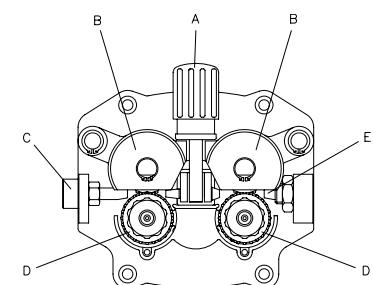

FIG. 6
- Desserrer et abaisser le bouton en plastique (A) et relâcher le levier presse-fil (B) (Fig.6). Extraire les résidus de fil éventuels de la gaine guide-fil (E).
- Relâcher le fil de la bobine et le tenir serré avec une paire de pinces de façon à ce qu'il ne puisse pas se dérouler. Si nécessaire, le redresser avant de l'introduire dans le guide d'entrée (C) du fil. Y introduire le fil en le faisant passer au-dessus du galet inférieur (D) et dans la gaine guide-fil (E).